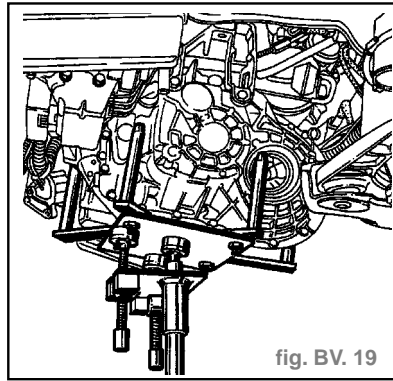

fig. BV. 19
- Mettre en place le vérin d'organes (exemple **DESVIL V 703 ST 01**). (Fig. BV. 19)
- Mettre en place le vérin d'organes (exemple **DESVIL V 703 ST 01**). (fig. BV. 19)